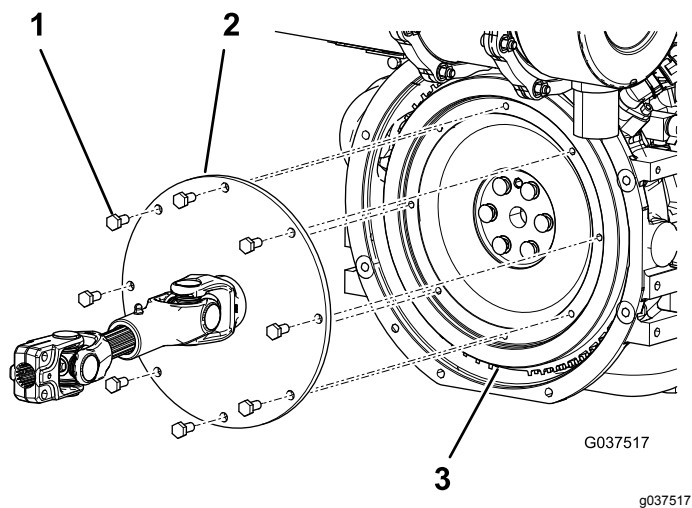

**Figura 2**
4. Retire as duas porcas flangeadas e dois parafusos que fixam a extremidade pequena do veio da transmissão existente à bomba hidráulica (Figura 2).
13. Instale sem apertar os parafusos e porcas flangeadas existentes nos furos na extremidade pequena do veio da transmissão (Figura 2).
14. Instale a pequena extremidade do veio da transmissão no veio da bomba hidráulica e aperte as porcas flangeadas para prender a instalação (Figura 2).